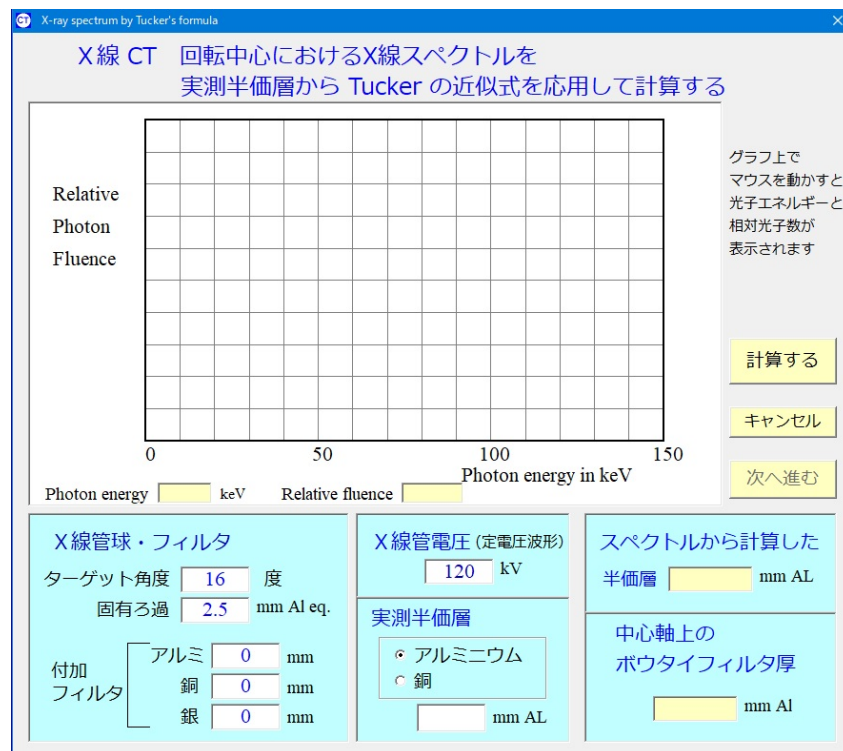
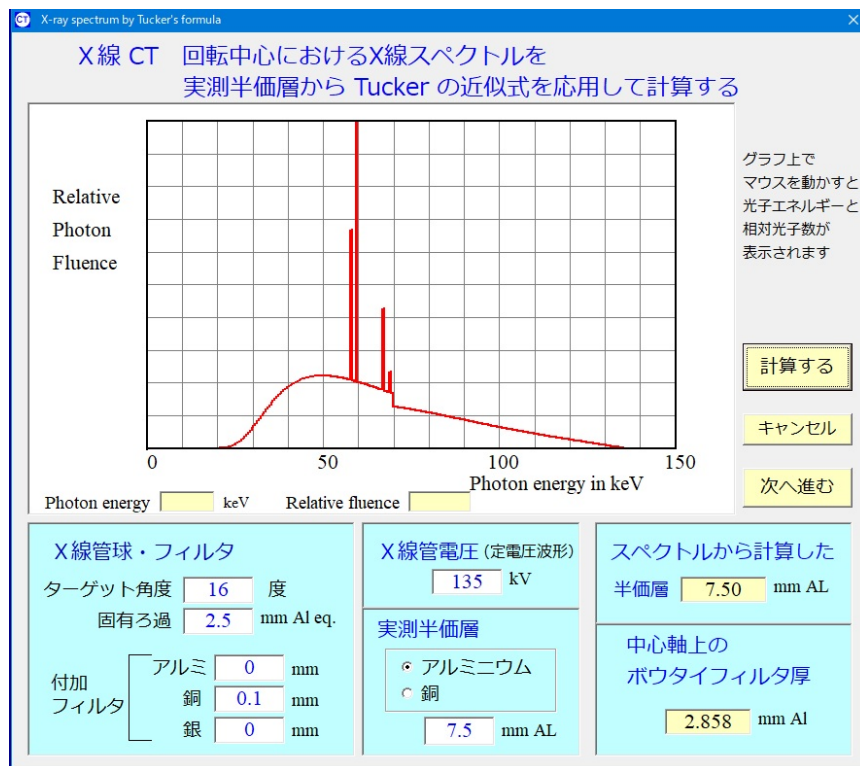

Fig.2
Fig.3
**新規計算** を押すとスペクトル計算画面 (Fig.2) が表示されます。
Fig.2 の画面で、ターゲット角度、固有ろ過、付加フィルタ、X線管電圧、実測半価層（アルミ、銅を選択）を入力し、**計算する** を押すと、Tucker 式を応用した計算により算出されたX線スペクトルがグラフ表示され、このスペクトルから計算されるアルミおよび銅の半価層、中心軸上のボウタイフィルタ厚が表示されます (Fig.3)。